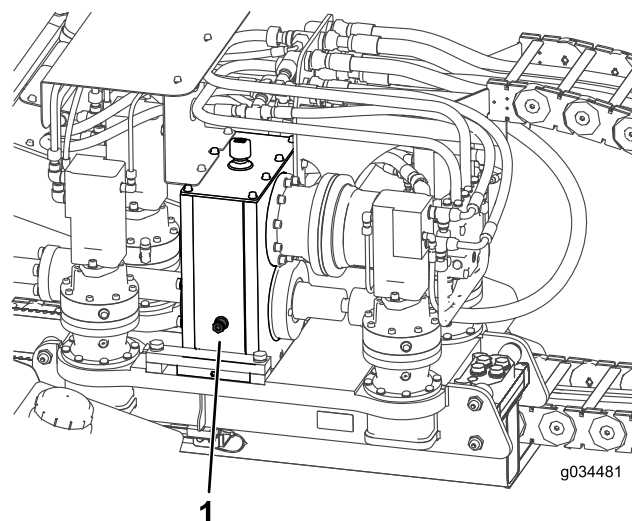

Bild 106
2. Prüfen Sie den Ölstand im Schauglas an jedem Planetengetriebe des Druckmotors (Bild 106).
3. Nehmen Sie den Entlüfterdeckel ab und füllen Öl in das Planetengetriebe, bis der Ölstand mindestens die Hälfte des Schauglases bedeckt (**Bild 106**).
2. Prüfen Sie den Ölstand im Schauglas am Getriebe (**Bild 106**).
3. Nehmen Sie den Entlüfterdeckel ab und füllen Öl in das Getriebe, bis der Ölstand mindestens die Hälfte des Schauglases bedeckt (**Bild 106**).
8. Füllen Sie das Getriebe mit Öl, bis der Ölstand mindestens die Hälfte des Schauglases bedeckt (Bild 106).